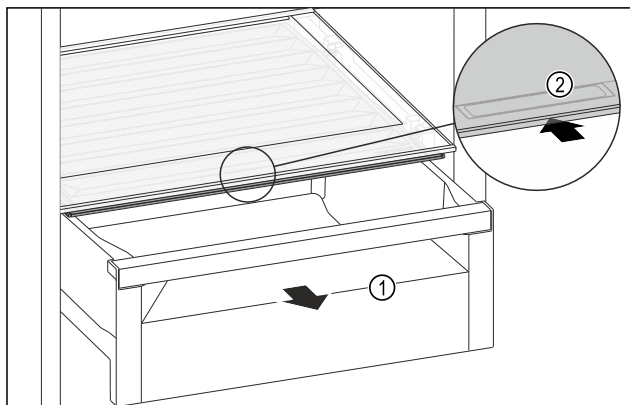

Fig. 201
- ▶ Zásuvku Fig. 201 (1) vytáhněte.
- ▶ Uchopte prohlubeň pro rukojeť Fig. 201 (2) na víko zásuvky a současně zasuňte víko zásuvky směrem dozadu.